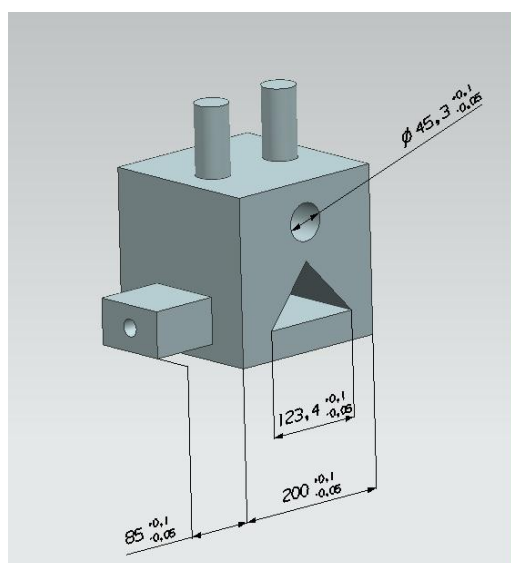

Рис.148
рис.148а
- Прежде чем проставлять размеры PMI, следует оговорить такое понятие, как **плоскость аннотации**, в которой эти размеры будут изображены. Эта плоскость аннотации хорошо просматривается на рис. 148. Обратите внимание на горизонтальный размер 85 мм. Он вынесен как бы из глубины рисунка на ранее определенную **плоскость аннотации**. А сама **плоскость аннотации** совпадает с фронтальной гранью геометрической модели.
- Кстати, на одном аксонометрическом виде можно расположить не одну **плоскость аннотации** (рис.148а).